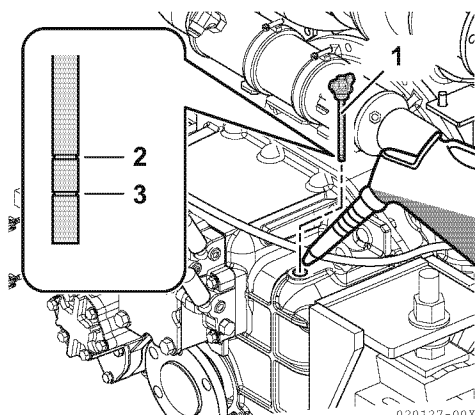

Figure 2
3. Retirez la jauge. Le niveau d'huile doit se situer entre les repères supérieur (2, **Figure 2**) et inférieur (3, **Figure 2**) de la jauge.